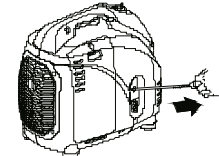

Рис. 18
- Медленно потяните за ручку стартера до появления сопротивления. Верните ручку в исходное положение и затем, прочно зафиксировав генератор, быстро и сильно потяните за ручку. При первом запуске проделать эту процедуру несколько раз, чтобы топливо попало в карбюратор (модели 2000i, 2700i, 3000i(iL) (Рис. 18).